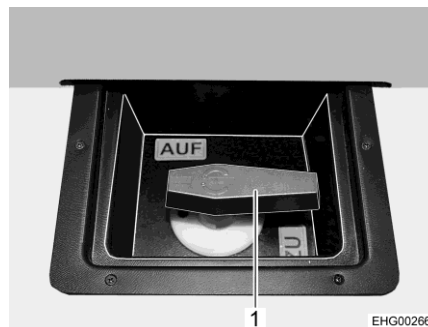

Fig. 132 Leva di comando (serbatoio delle acque grigie)
Il rubinetto di scarico per le acque grigie viene attivato tramite leva di comando (Fig. 132,1). La leva di comando (Fig. 132,1) per lo scarico per le acque grigie si trova sotto a una copertura nella parte posteriore. Il tubo di scarico con collegamento per un tubo di gomma per lo scarico si trova sotto al veicolo, sulla parte destra.
- Aprire il rubinetto di scarico. A questo scopo ruotare la leva di comando (Fig. 132,1) del rubinetto di scarico in posizione "AUF" (aperto). Le acque grigie fuoriescono.
- Dopo il deflusso completo delle acque grigie, richiudere il rubinetto di scarico. A questo scopo ruotare la leva di comando (Fig. 132,1) del rubinetto di scarico in posizione "ZU" (chiuso).